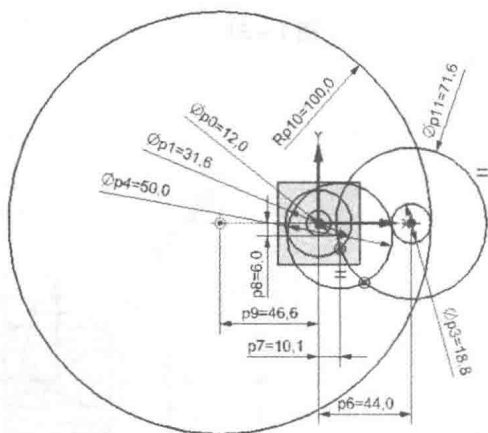

图 1-29
2) 标注直径为 18.8 的圆心与坐标系圆心坐标水平距离为 44, 直径为 50 的圆的圆心与坐标系圆心坐标水平距离为 10.1, 与坐标系圆心坐标垂直距离为 6, 直径为 200 的圆的圆心与坐标系圆心坐标水平距离为 46.6, 如图 1-29 所示。
(6) 增加约束关系